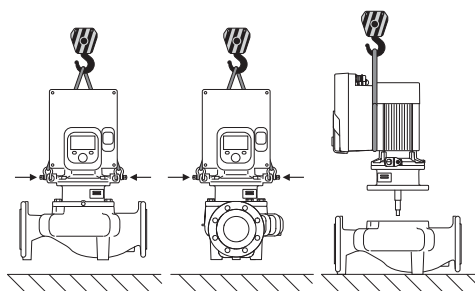

Fig. 6: Direcție de ridicare cu arborele motor vertical
Transportul pompei trebuie efectuat cu ajutorul accesoriilor de ridicare autorizate (palan, macara etc.). Accesoriile de ridicare trebuie să fie fixate pe ocheții de transport existenți pe flanșa motorului. (Fig. 6, reprezentat aici: direcție de ridicare cu arborele motor vertical).
2. Pentru siguranță, fixați ansamblul motor cu rotor hidraulic (Fig. 4), cu ajutorul mijloacelor adecvate de ridicare, pe ocheteii de transport. Pentru a preveni răsturnarea unității, așezați o buclă de curea așa cum se arată în Fig. 6 în jurul motorului și adaptorului modulului electronic. Evitați deteriorarea modulului electronic atunci când îl fixați.